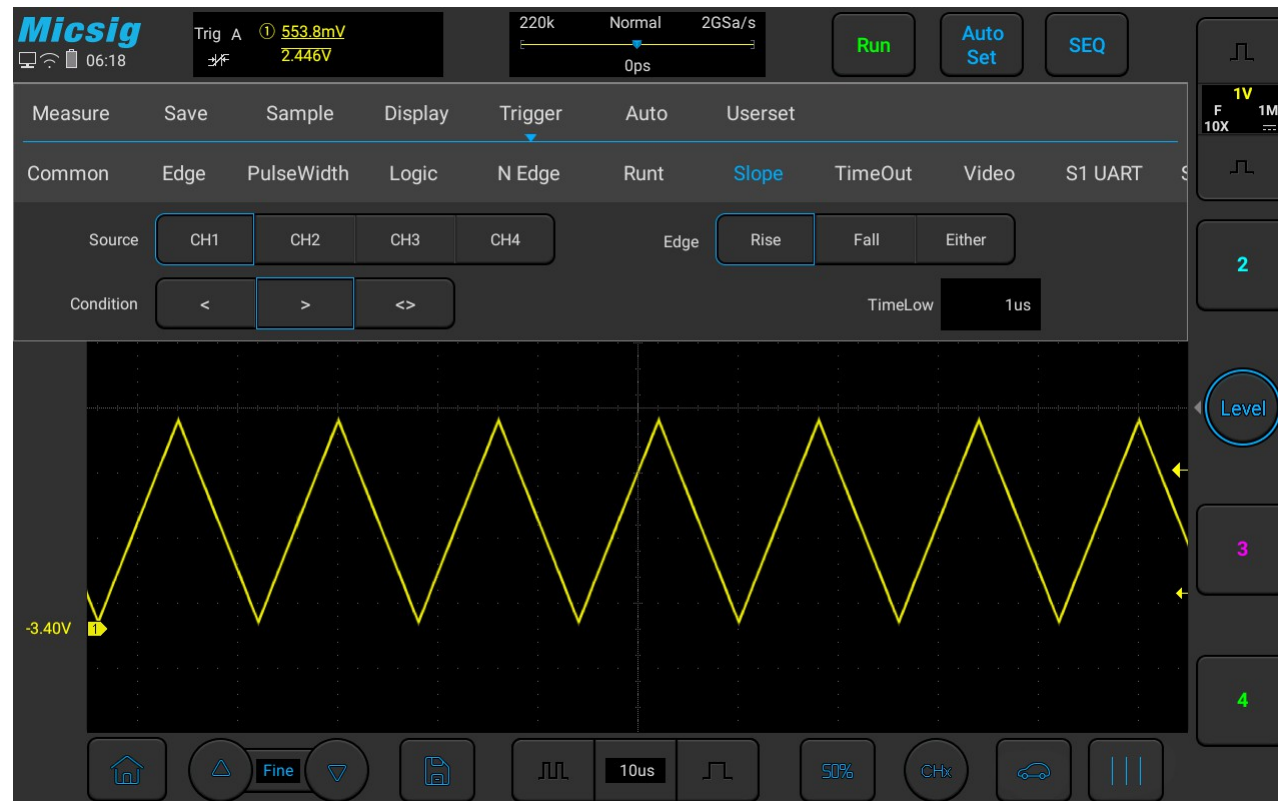

Abbildung 6-27 Menü „Slope Trigger Setting“
- 1) Tippen Sie im Hauptmenü auf „Trigger“, um das Trigger-Menü zu öffnen, wählen Sie den Steigungs-Trigger im Trigger-Typ aus und stellen Sie den Steigungs-Trigger wie in Abbildung 6-27 gezeigt ein: